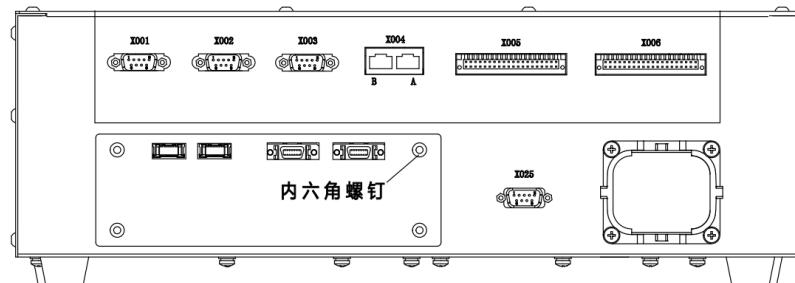

图 21-7 ARCCD20-安装扣板钣金固定后示意图
步骤4. 用 4 个第 1 步拆下的内六角螺钉将② ARCCD20-安装扣板钣金固定在后面板上，参考图 21-7。